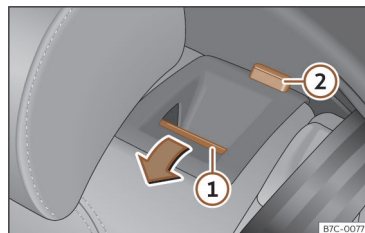

Fig. 87 Banco traseiro: rebater o encosto.
- Pressione o botão de desbloqueio >>> **Fig. 87** ① para a frente e, ao mesmo tempo, rebata o encosto. O encosto traseiro está desbloqueado quando se vê uma marca vermelha no botão ②.